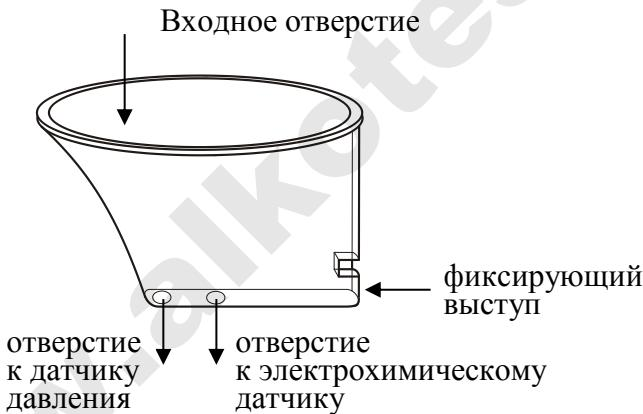

Рисунок 4 – Мундштук-воронка
1.4.17 Многоразовый мундштук-воронка (рисунок 4) формирует поток выдыхаемого воздуха для отбора пробы в режиме скринга.